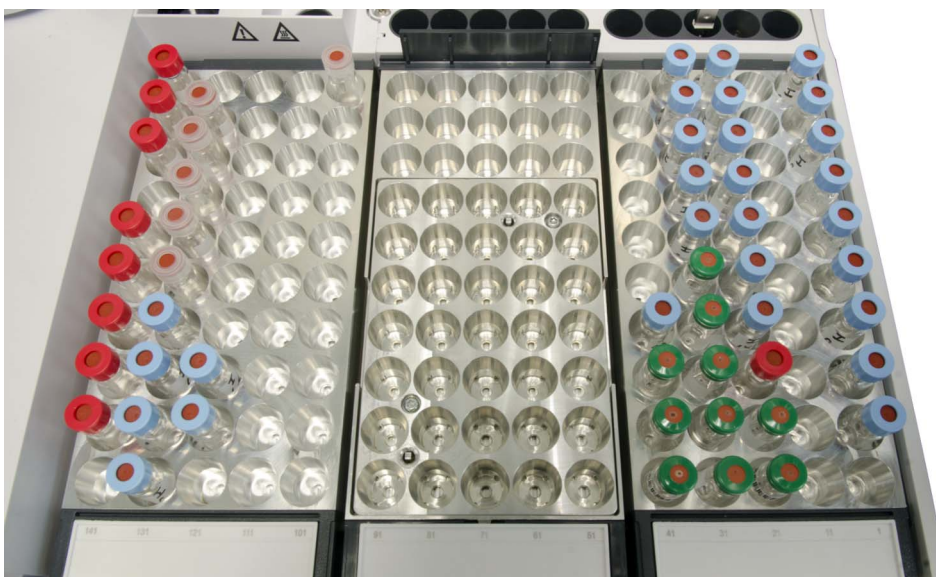

Figure 66 Le rack de flacons LC est installé en position centrale
- 1 Tout en maintenant l'assemblage de châssis de rack de flacons LC, abaissez l'arrière du rack et faites-le glisser dans la base du porte-échantillons du WorkBench (Figure 66). Assurez-vous que la patte à l'arrière de l'assemblage de châssis de rack de flacons LC est glissée dans le logement de la paroi arrière du porte-échantillons.
- 2 Abaissez l'assemblage de châssis de rack de flacons LC de manière à le placer à plat sur la base du porte-échantillons. Le voyant à l'avant des voyants du rack est installé correctement. Assurez-vous d'installer les racks LC de sorte que les numéros des étiquettes des racks de flacons soient classés séquentiellement, et ce, de droite à gauche. Répétez l'opération pour chaque rack LC, le cas échéant (Figure 66).